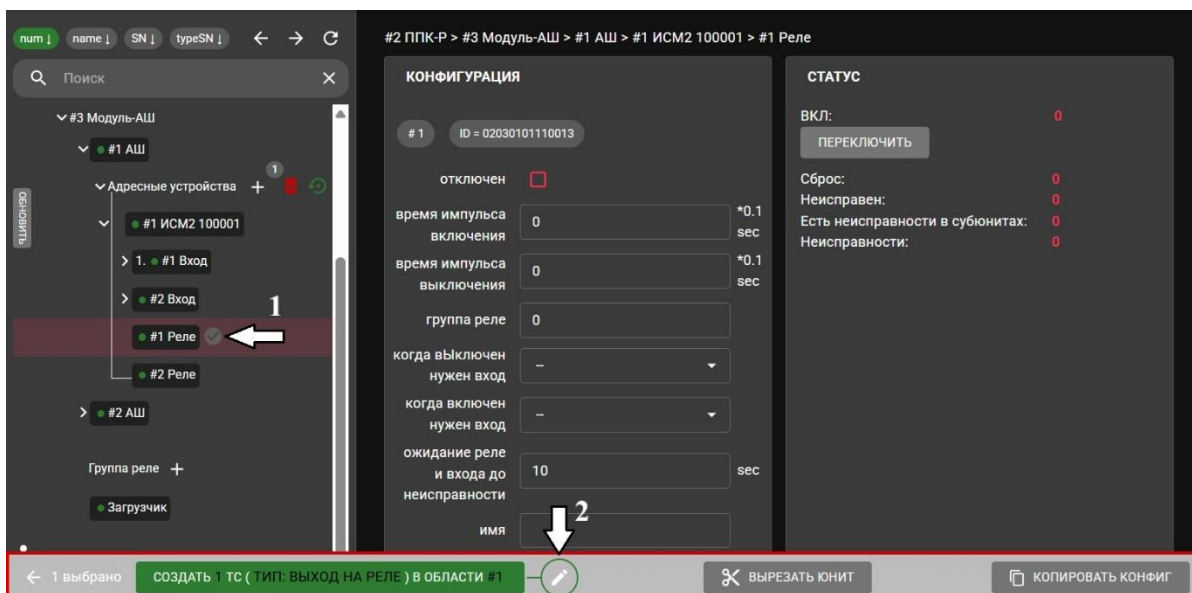

Рисунок 106
5. **Привязать Реле ИСМ2 к области.** Для привязки **#1 Реле ИСМ2** к области необходимо выбрать этот субюнит. В результате появится выпадающее нижнее меню конфигуратора (Рис. 106).